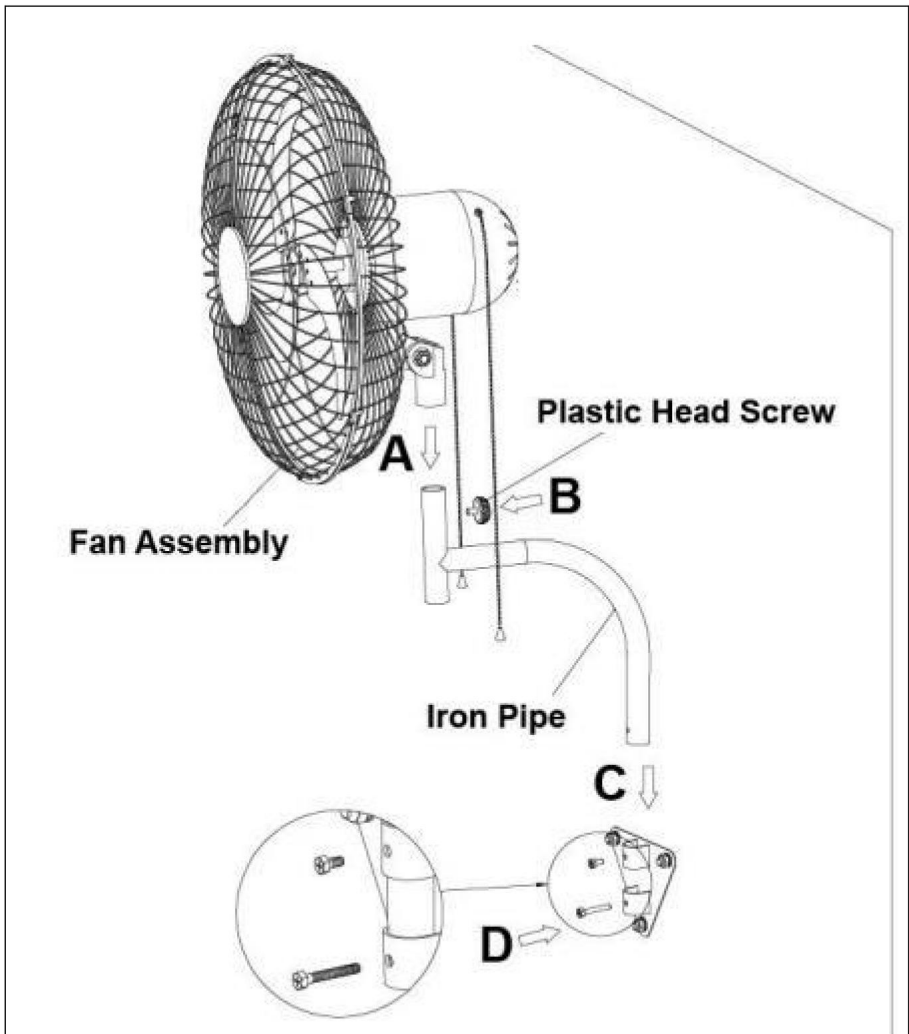

Abb.8.
Wie in Abb. 8 gezeigt. - AB
2). Montieren Sie das Lüftergehäuse an der Wandplatte (2) und ziehen Sie dann die Halterungsschrauben1 (4) und die Halterungsschrauben2 (5) fest. Beachten Sie, dass die Schraubenlöcher an der Halterung mit den Schraubenlöchern am Wandpaneel übereinstimmen müssen. Wie in Abb. 8, CD gezeigt